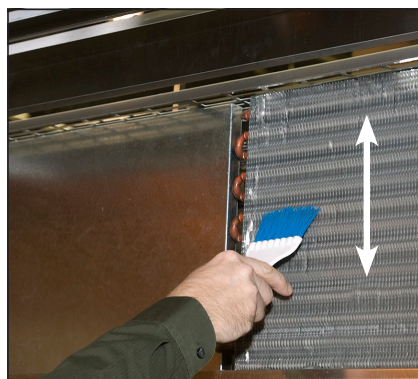

Fig. 3. Ne brossez jamais perpendiculairement aux ailettes du serpentin.
4. Avec une brosse à poils raides, nettoyer soigneusement les débris accumulés sur les ailettes du serpentin de condenseur avant Voir fig. 3.